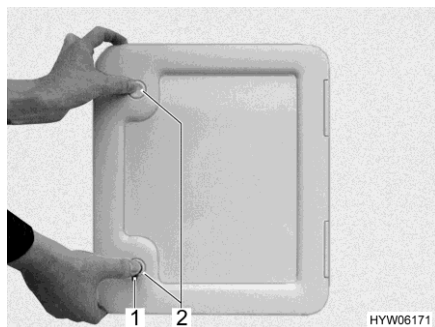
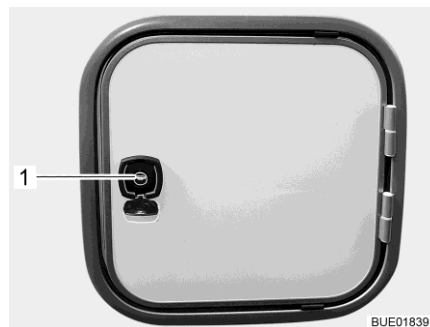

Fig. 264 Trampilla para el depósito de aguas fecales
Fig. 265 Trampilla para el depósito de aguas fecales (alternativa)
- Abrir la trampilla para el depósito de aguas fecales en el exterior del vehículo. Para esto, introducir la llave en el cilindro de cierre de la cerradura (Fig. 264,1 ó bien Fig. 265,1) y girarla un cuarto de vuelta.
- En caso de existir: presionar ambos cierres a presión (Fig. 264,2) al mismo tiempo con el pulgar y abrir la trampilla.